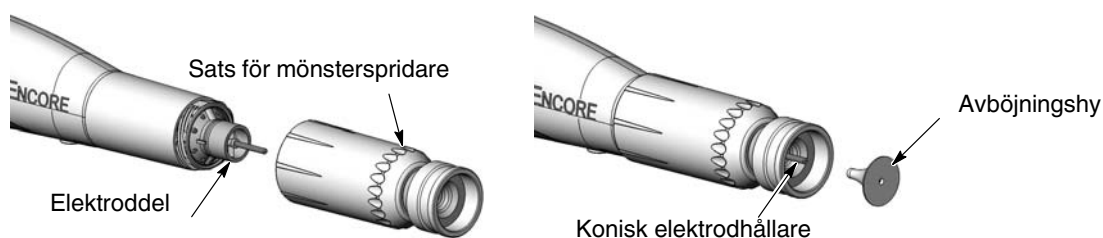

Bild 4-8 Installation av sats för mönsterspridare
3. Se bild 4-8. Montera det inbyggda koniska munstycket på elektroddelen och skruva medurs fast munstycksmuttern fingerfast.